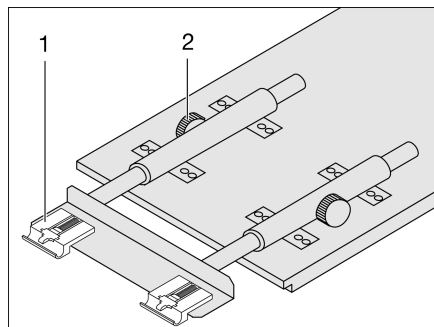

Fig. 97 Allungare il tavolo sospeso
- Svitare le viti a testa cilindrica zigrinata (Fig. 97,2).
- Sollevare leggermente il piano del tavolo in avanti ed estrarlo fino all'arresto. La prolunga del tavolo (Fig. 97,1) è completamente estratta.
- Sollevare leggermente il piano del tavolo e spingerlo all'indietro fino all'arresto. La prolunga del tavolo (Fig. 97,1) è completamente rientrata.